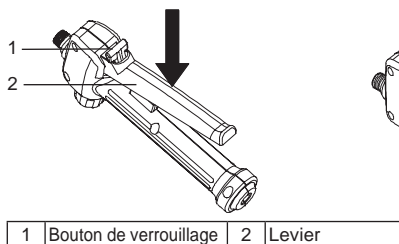

Figure 12
3. Appuyez sur le levier en maintenant de façon enfoncée afin de démarrer la pulvérisation. En référence à la Figure 12.